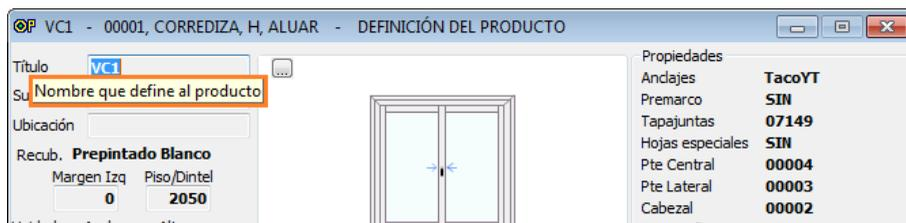

Figura 12.37 – Solapa Personales - Ayuda Contextual
**AYUDA CONTEXTUAL:** La *Ayuda Contextual* es una breve explicación que se visualiza cuando se deja inmóvil por unos instantes el cursor del ratón, en algún botón a casilla que posea esta ayuda. Si la casilla correspondiente indica No, *OP* no muestra dicha ayuda (Figura 12.37).